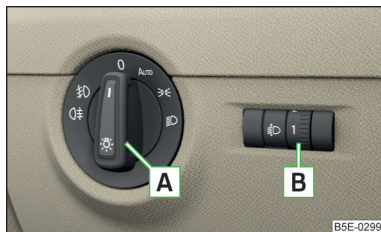

Fig. 50
La autovehiculele cu volanul pe partea dreaptă ordinea aranjării elementelor de comandă diferă parțial față de ordinea prezentată în » **fig. 50 la pagina 75.** Simbolurile care marchează pozițiile individuale ale elementelor de operare, sunt identice.
În funcție de dotare, comutatorul de luminii **A** » fig. 50 poate fi deplasat în următoarele poziții.
Prin rotirea regulatorului **B** » fig. 50 din poziția în **3** se adaptează treptat înălțimea de luminare a farurilor și astfel este scurtat conul de lumină.
- ✓ Comutatorul de lumini se află în poziția 0 sau **AUTO** » fig. 50 la pagina 75.